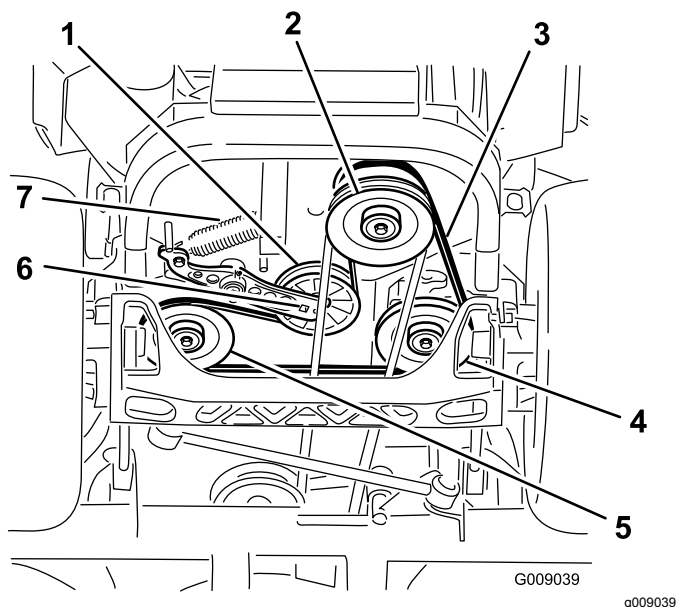

Figure 76
- Soulevez la machine sur des chandelles (Figure 76).
5. Insérez un rochet dans le trou carré du bras de la poulie de tension pour déposer le ressort de la poulie de tension (Figure 76).
6. Décrochez le ressort de tension sur le cadre (Figure 76).
9. Insérez un rochet dans le trou carré du bras de tension pour installer le ressort de la poulie de tension sur le cadre (Figure 76).